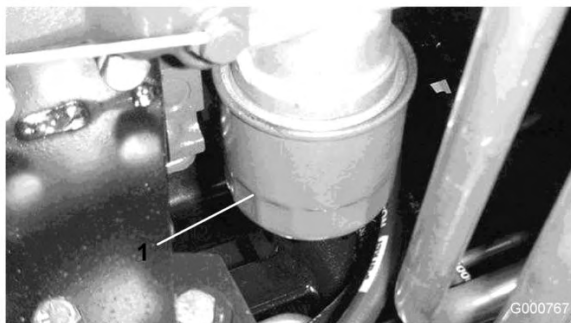

Figure 57
2. Déposez le filtre à huile (Figure 57). Appliquez une fine couche d'huile propre sur le joint du filtre de rechange avant de le visser en place. Ne serrez pas excessivement.